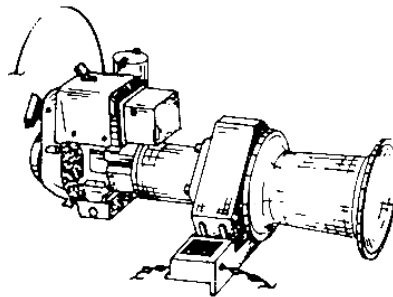

Figure 5.1 – cabestan
b) cabestan: (voir figure 5.1)